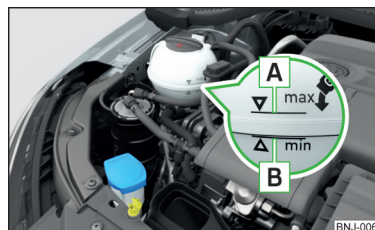

Fig. 171
Verificarea nivelului lichidului de răcire - nivelul lichidului de răcire trebuie să se afle între marcasele **A** și **B** » fig. 171. Dacă nivelul lichidului de răcire se află sub marcajul **B**, completați lichidul de răcire.
Specificația lichidului de răcire este menționată pe vasul de expansiune a lichidului de răcire » fig. 171.
- Nu adăugați lichid de răcire deasupra marcajului **A** » fig. 171. Lichidul de răcire ar putea fi împins din sistemul de răcire, atunci când se încălzește - există pericolul de deteriorare a pieselor din compartimentul motor.